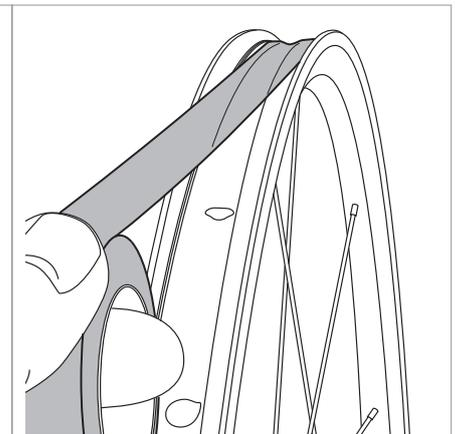

Fig.5
- Vaya avanzando por la llanta, desenrollando la cinta, manteniéndola en tensión y presionando en el canal central, intentando mantenerlo centrado con respecto a los flancos internos de la llanta (Fig. 5).